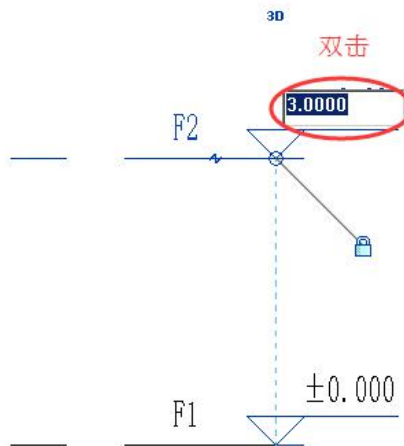

图 2-3 标高修改
- 使用鼠标滚轮进行平移或缩放，使 F1、F2 标头处于绘图区域中间，双击“3.000”，将其改为标高“4.200”（图 2-3），回车。此时，F2 标高改为 4.2m。
- 按照图 2-3 的方法修改 F3 标高为“8.400”。